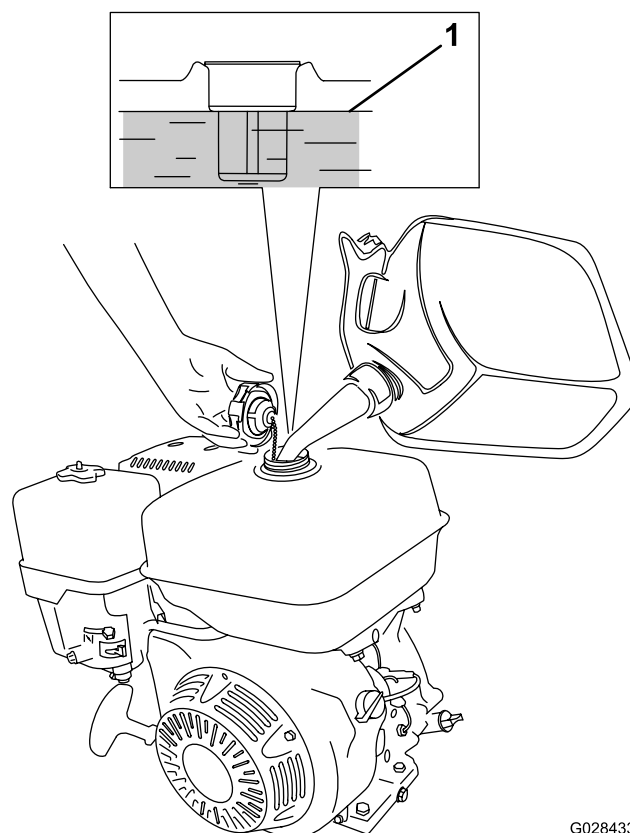

Рисунок 23
1. Очистите область вокруг крышки топливного бака и снимите крышку (Рисунок 23). Заполните топливный бак неэтилированным (минимальное октановое число 87) бензином до уровня примерно на 25 мм ниже верха бака, чтобы бензин мог расширяться.